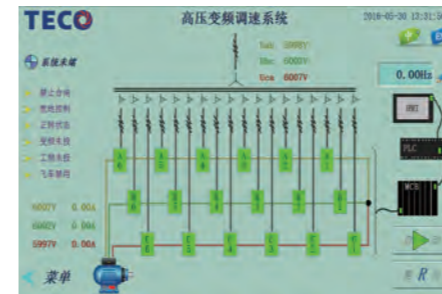

图4
- 系统化触控式屏幕画面（图4）
- 监测及控制运转状态（图4）